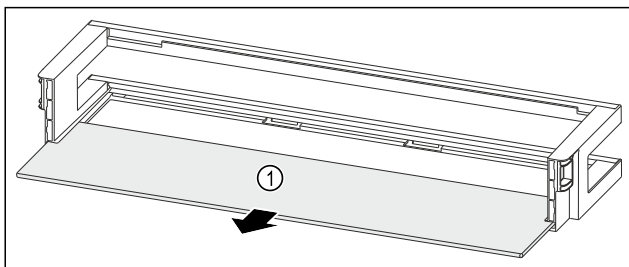

Fig. 229 Rafti i derës me raft mbajtës
- Hiqni raftin mbajtës Fig. 229 (1).